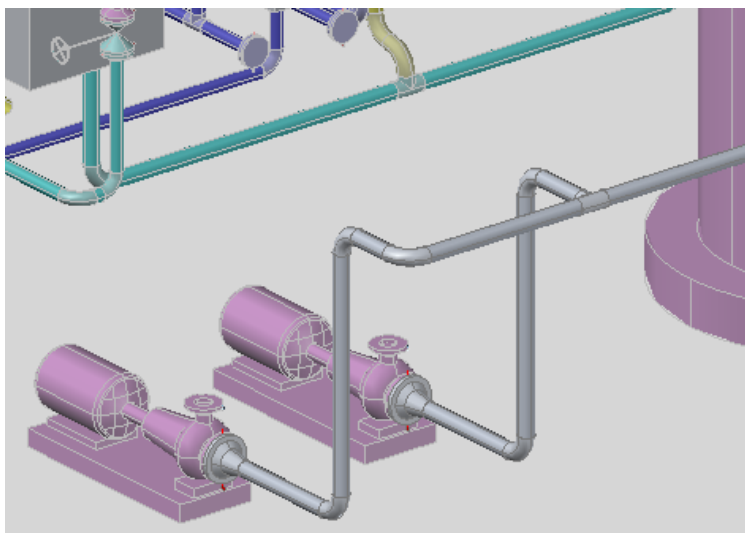

Рис. 85
- Результат показан на Рис. 85.